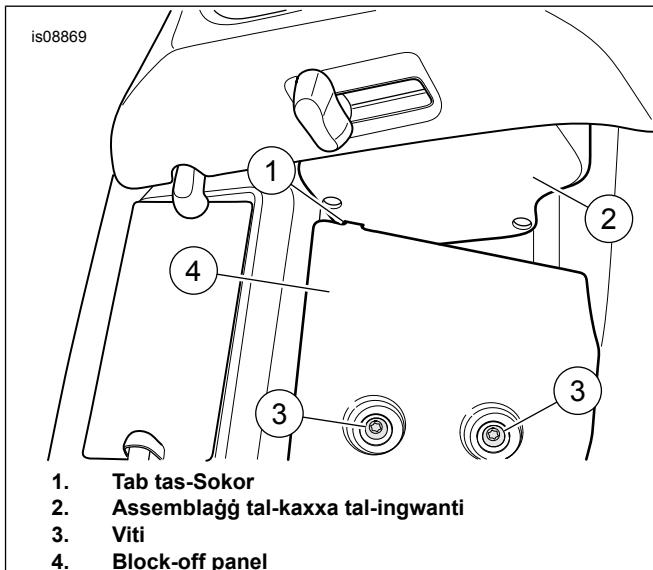

Figura 2. Tab tal-Qfil u Block-off Panel
- Ara Figura 2 . Minn fuq quddiem, aqla' l-viti (3), il-block-off panel (4) u l-kaxxa tal-ingwanti (2). Skonnettja l-konnessjoni tal-bieb tal-vent.